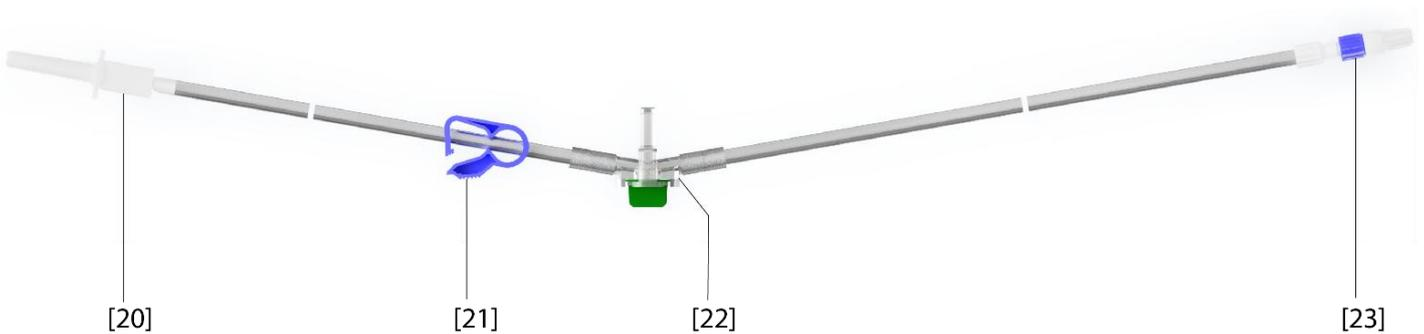

Figure 6 – Tubulure pour l'irrigation
- Une tubulure d'irrigation (Figure 6),